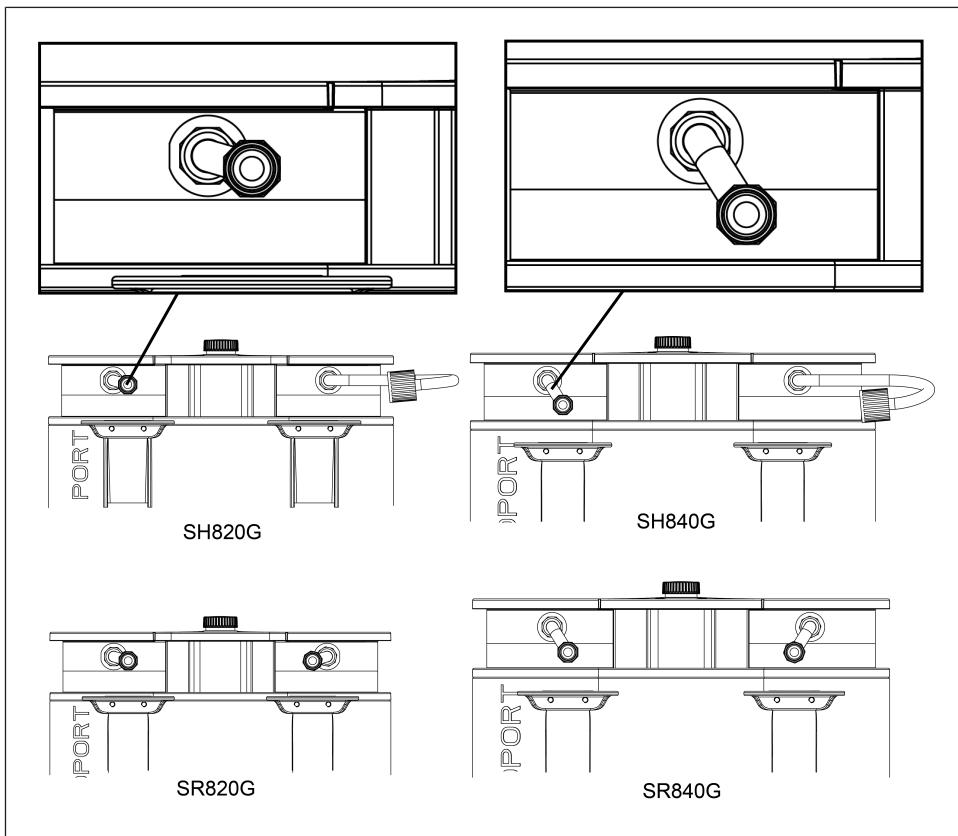

Fig.18: Alineación de las conexiones de manguera
5. Enrocar de nuevo las dos conexiones de manguera (11) y (12) en las tapas del cabezal.
6. Alinear las conexiones de manguera adecuadamente Fig. 18 y apretar después los tornillos de fijación de las conexiones de manguera (11) y (12).